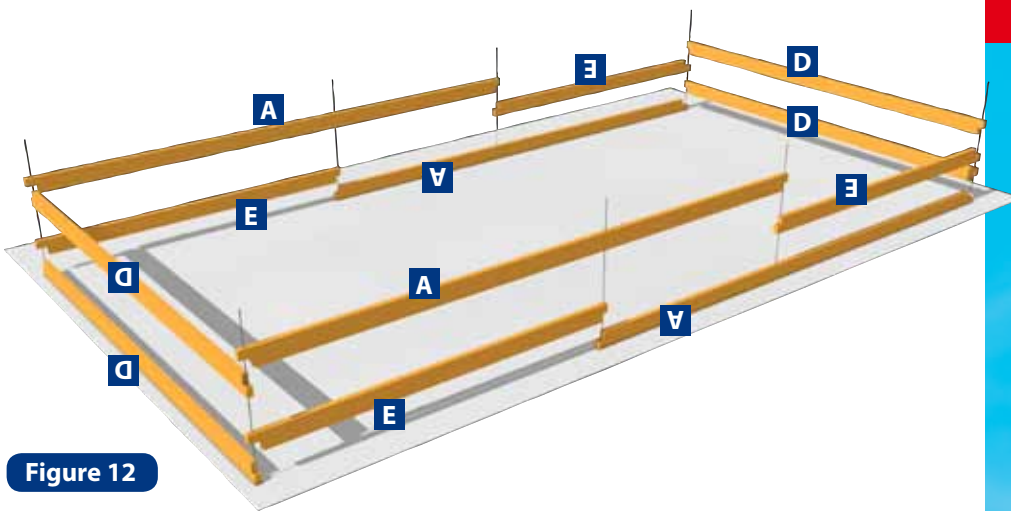

Figure 12
- Enfilez les tiges filetées dans les bastaings de base (3 dans les bastaings **V** et **Q** avec entaille vers le haut). (figure 12)
- Constituez la première rangée en intervertissant un bastaing **A** et 1 bastaing de base. (figure 12)
- Positionnez les bastaing de la 2^{ème} rangées conformément à la figure 12. Veillez à les positionner correctement. Attention : Sur les grandes longueurs, les bastaings **A** et **E** sont alternés.